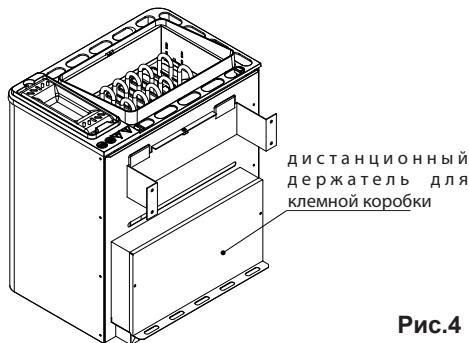

Рис. 4
3. Закройте клеммную коробку крышкой, дистанционным держателем наружу. Для этого используйте 2 шт. винтов–саморезов (рис. 4).